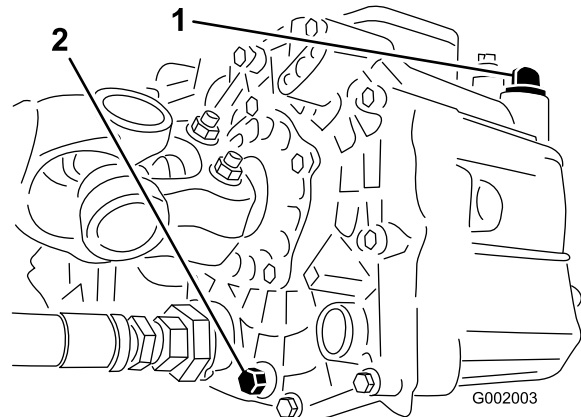

Figura 67
3. Retire el tapón de vaciado del lado del depósito y deje que se drene el aceite hidráulico al recipiente (Figura 67).